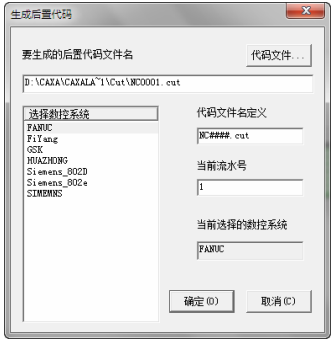

图 4-45 “生成后置代码”对话框
- 3) 在“数控车”子菜单区中选取“生成代码”功能项，或直接单击“数控车工具”工具栏中的“生成代码”按钮，弹出“生成后置代码”对话框，输入所需后置程序文件名，如图 4-45 所示。